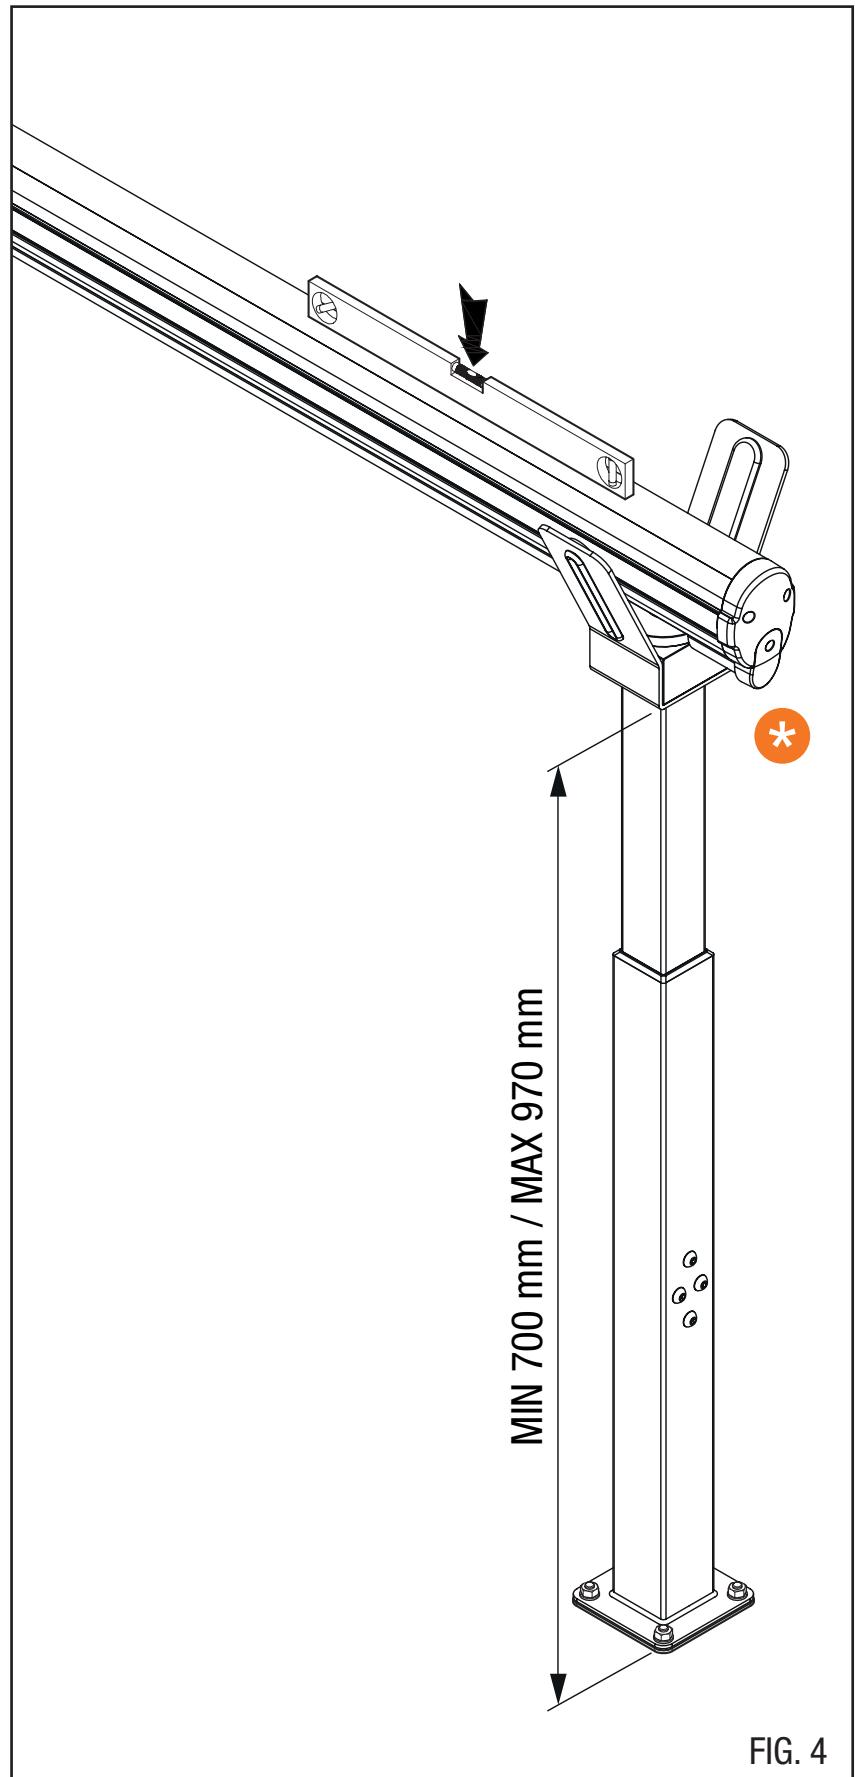

FIG. 4
- Verificare, che quando completamente chiusa, l'asta sia perfettamente in bolla e appoggiata alle protezioni in gomma dell'appoggio fisso (fig. 4).
- Vérifier que, une fois entièrement fermée, la barre soit parfaitement à niveau et repose sur les protections en caoutchouc de l'appui fixe (fig. 4).
- Make sure that, when it is fully closed, the boom is perfectly level and resting on the rubber guards of the fixed end rest (fig.4).
- Comprobar que, cuando esté completamente cerrada, el asta esté perfectamente nivelada y apoyada en las protecciones de goma del apoyo fijo (fig. 4).
- Prüfen, ob der komplett geschlossene Schlagbaum absolut plan ist und am Gummischutz der festen Auflage aufliegt (Abb. 4).
- Verifique se, quando completamente fechada, a haste está perfeitamente em nível e encostada às proteções de borracha do suporte fixo (fig. 4).